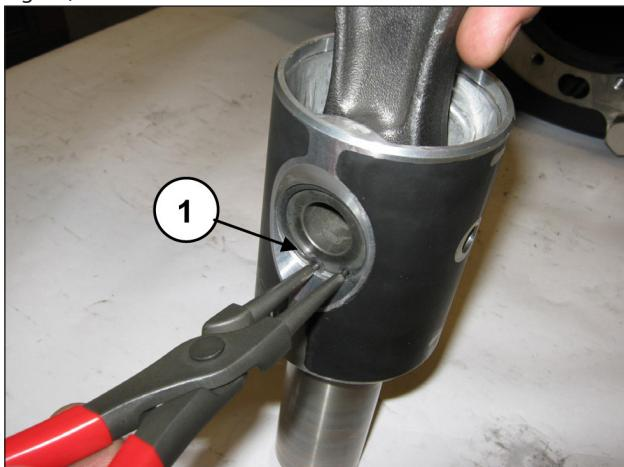
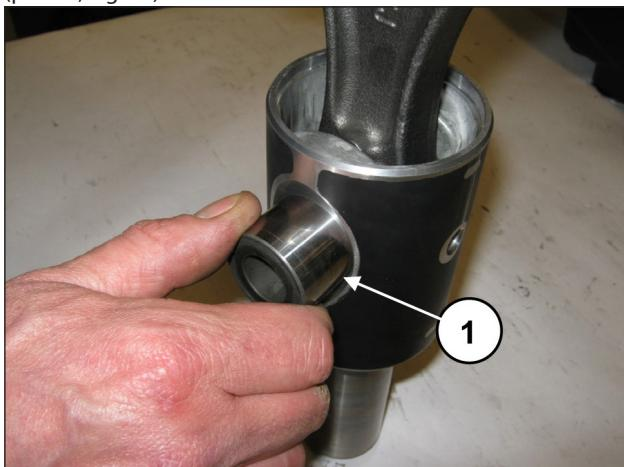
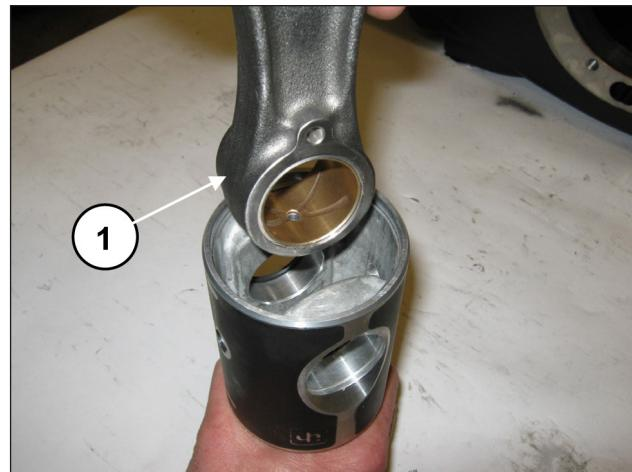

Fig. 39
Fig. 40
Fig. 41
Remova os dois anéis elásticos de bloqueio do pino (pos. ①, Fig. 39).
Puxe o pino (pos. ①, Fig. 40) e realize a extração da biela (pos. ①, Fig. 41).
Insira a biela na guia do pistão (pos. ①, Fig. 41) e em seguida insira o pino (pos. ①, Fig. 40). Aplique os dois anéis elásticos perfilados (pos. ①, Fig. 39).